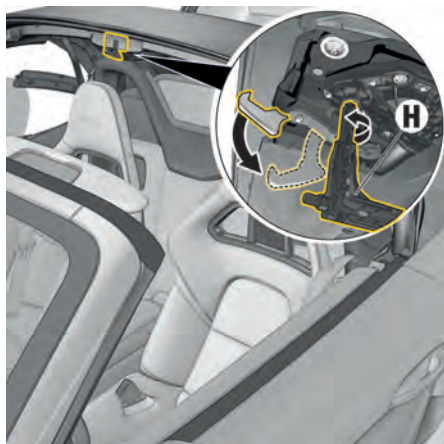

Fig. 40 : Déploiement du crochet de verrouillage
4. Insérez la clé **H** dans le verrouillage de la capote (fig. 40) et tournez en sens antihoraire jusqu'à ce que le crochet de verrouillage soit entièrement sorti (résistance perceptible à la rotation).